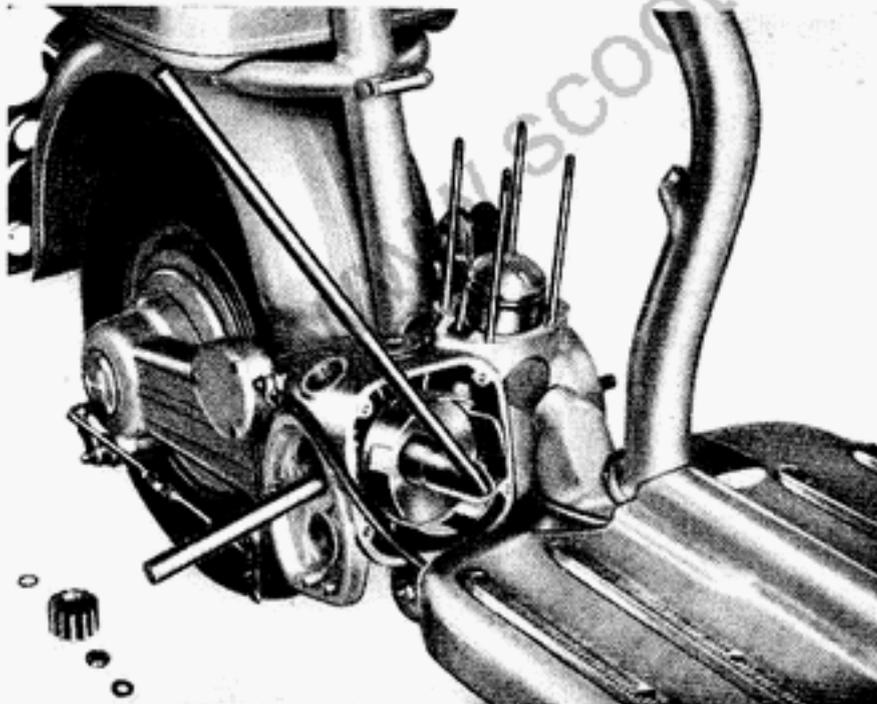

Fig. 32 - Estrazione campana frizione.
**Applicare l'estrattore della campana** impegnando i sei denti nelle scanalature dell'alloggiamento dell'anello elastico di ritegno dei dischi; agire sulla vite dell'estrattore e sfilare la campana dall'innesto dell'ingranaggio comando frizione (vedi fig. 32). Raschiare le cianfrinature eseguite sulle tre viti di fissaggio della flangia ritegno cuscinetto, svitare le medesime e togliere la flangia e il cuscinetto. **Per togliere il cuscinetto** applicare, come è indicato in fig. 33, la chiave di fermo del mozzo per campana frizione secondo il sistema già usato per lo smontaggio del dado di bloccaggio della campana.